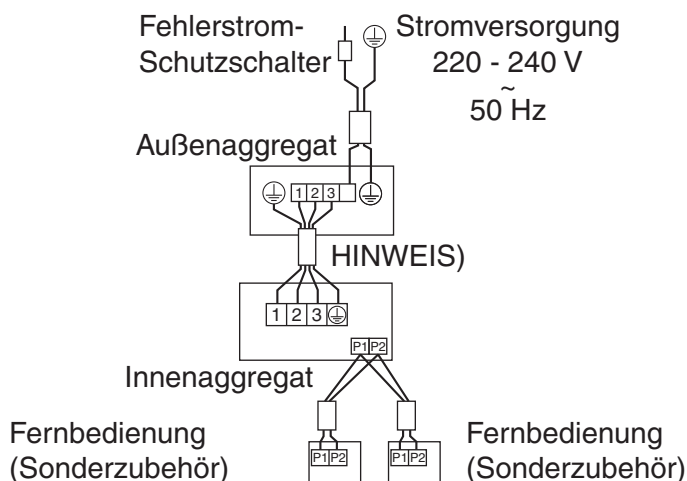

Abb. 45
- **Steuerung mit 2 Fernbedienungen:** Zur Steuerung von 1 Innengerät über 2 Fernbedienungen. (**Siehe Abb. 45**)